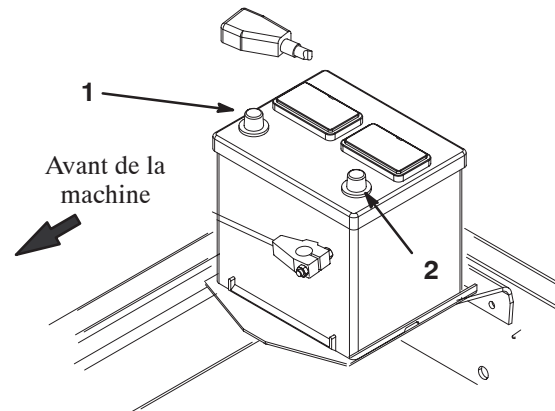

Figure 10
8. Raccordez d'abord le câble positif (rouge) de la batterie à la borne positive (+) puis raccordez le câble négatif (noir) à la borne négative (–) (Fig. 10). Placez le capuchon protecteur sur la borne positive pour éviter les courts-circuits.